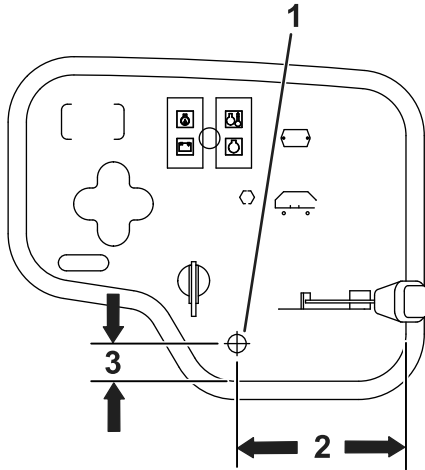

Figure 3
5. En vous aidant des dimensions données à la Figure 3, localisez, repérez et percez un trou de 13 mm de diamètre dans le panneau de commande.